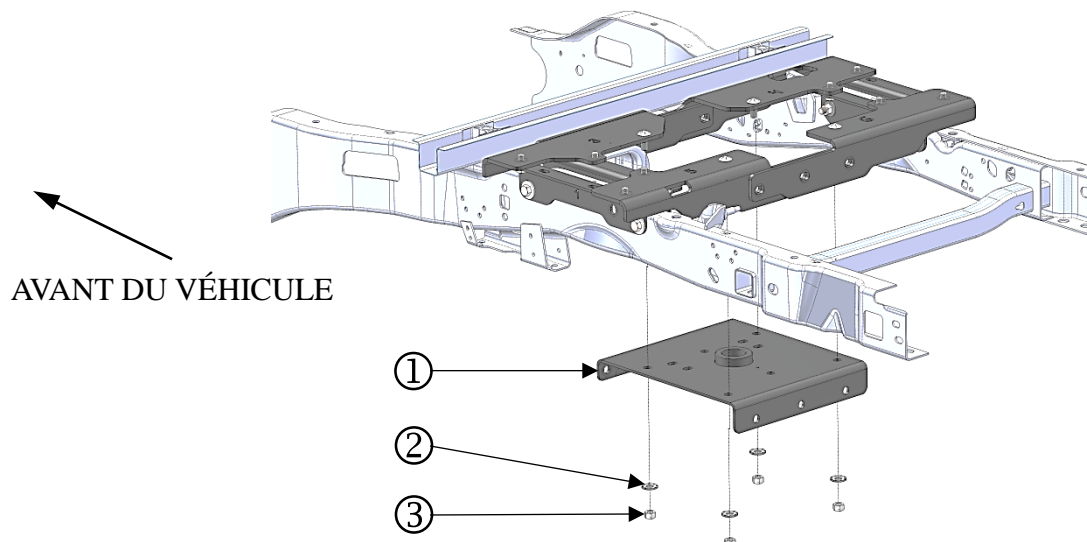

FIGURE 3
INSTALLATION DE LA SECTION CENTRALE DU COL-DE-CYGNE - Figures 3 et 4.
2. Étape 1, **Figure 3**. Depuis le dessous du véhicule, soulever la section centrale du col-de-cygne (#1) jusqu'à la partie inférieure des traverses de montage comme illustré, et insérer les boulons de carrosserie précédemment installés dans les traverses à travers les 4 trous extérieurs de la section centrale, puis fixer à l'aide de rondelle conique (4) 5/8" dia. (#2) et d'écrou hexagonal (4) 5/8-11 Gr. 8 (#3).